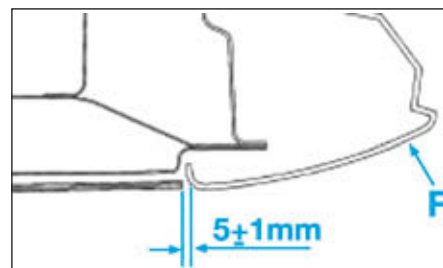

FIG.8
- (F) protecteur de coin supérieur arrière (Fig.8).